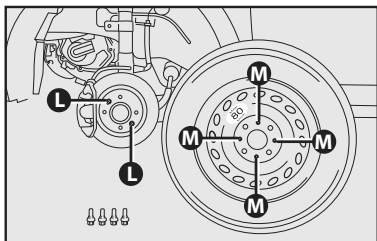

fig. 9
- montar a roda sobressalente fazendo corresponder o pino **L-fig. 9** a um dos furos **M** presentes na roda;